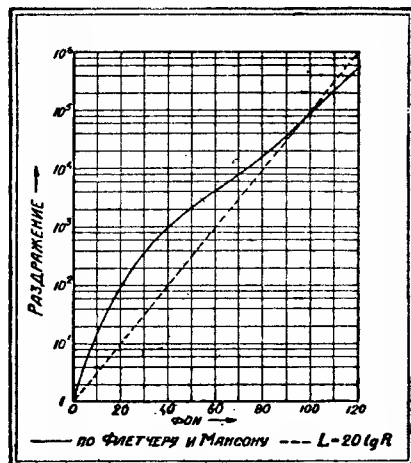

Рис. 11. Зависимость между раздражением и громкостью
Однако установленное для частоты 1 000 пер/сек отношение между громкостью и раздражением $L = 20 \lg R$ в применении для смеси тонов не является абсолютно правильным. При удвоении раздражения уравнение (4) дало бы в результате увеличение громкости на 6 децибел, между тем как Флетчер и Мансон посредством наложения двух равных по громкости тонов различной частоты получали увеличение от 3 до 10 децибел в зависимости от исходной громкости. Результат изображен на рис. 11. Общая громкость смеси тонов может быть получена лишь таким образом, что определяется (например из кривых равной громкости)
громкость каждой составляющей, затем отсчитывают на рис. 11 соответствующие раздражения и затем исходя из суммы раздражений, находят из той же кривой общую громкость. Принцип суммирования однако дает только основной грубый механизм явления. При громких и ближе лежащих (по частоте) звуках обнаруживаются маскирующие эффекты и нелинейные искажения, поэтому участие в суммарном раздражении отдельного тона зависит от его положения среди остальных составляющих и может быть больше или меньше, чем это соответствует принципу суммирования.